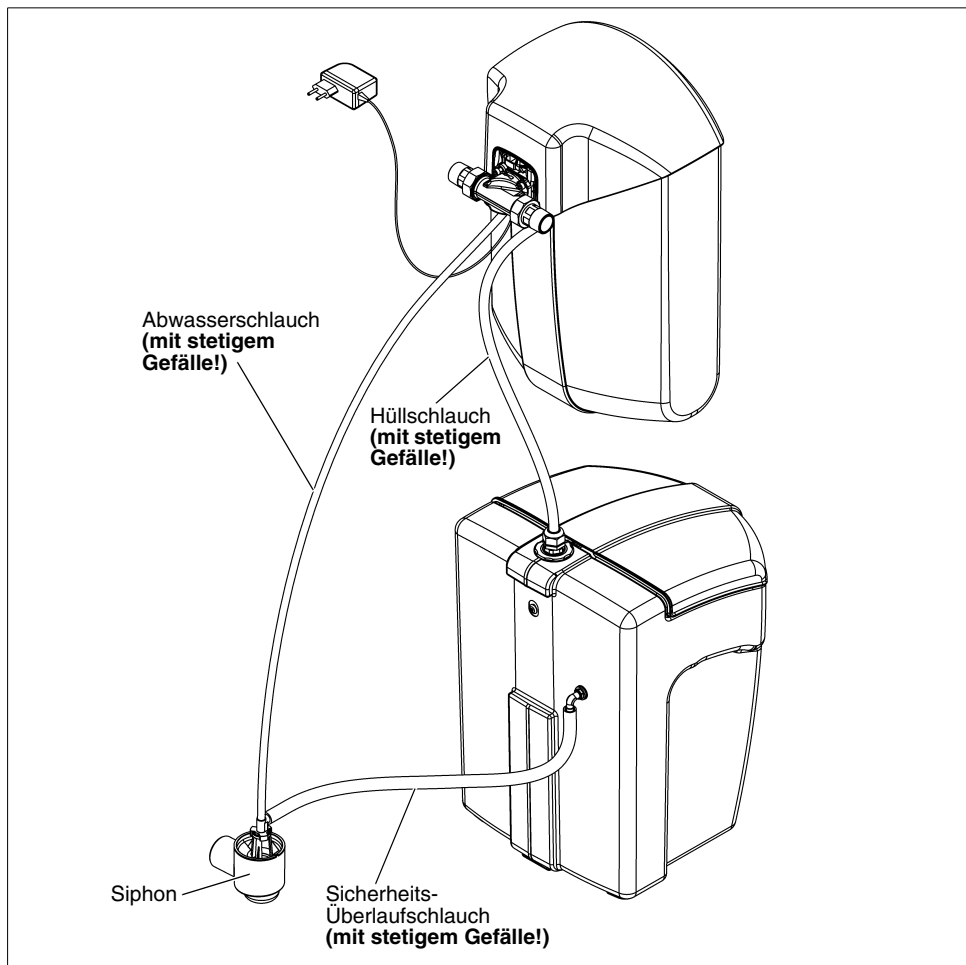

Abb. 10: Anschluss an Siphon
**Falls der Salzvorratsbehälter direkt neben der Enthärtungsanlage platziert wird, so muss darauf geachtet werden, dass der Hüllschlauch (siehe Abb. 10) ein stetiges Gefälle von der Enthärtungsanlage zum Salzvorratsbehälter hat.**
Die Schläuche für das Regenerationsabwasser und den Sicherheitsüberlauf müssen beide knickfrei und mit stetigem Gefälle zum Siphon (im Lieferumfang) verlegt werden. Der Siphon gewährleistet einen freien Auslauf nach DIN EN 1717 (siehe Abb. 10).